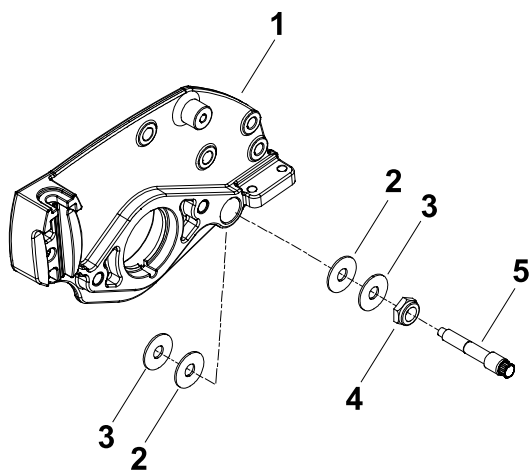

Figura 8
3. Desaperte as porcas de bloqueio em cada parafuso articulado da barra de apoio e retire os parafusos articulados da barra de apoio, anilhas de metal e anilhas de plástico das placas laterais (Figura 8).